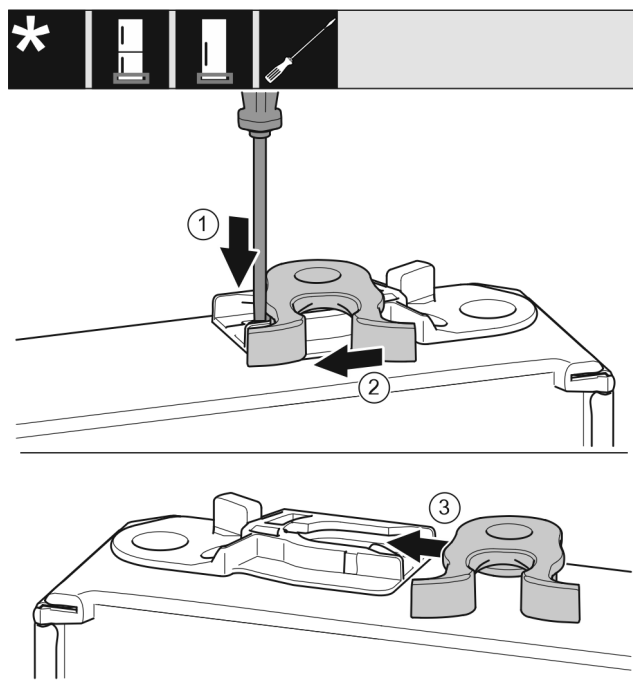

Fig. 19
- Paspauskite antdėklą Fig. 19 (1) išdrožiniu atsuktuvu žemyn.
- Ištraukite uždarymo kabliuką Fig. 19 (2) iš kreipiamosios.
- Uždarymo kabliuką Fig. 19 (3) kitoje pusėje įstumkite į kreipiamąją.